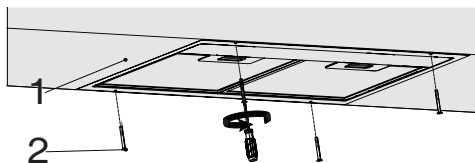

Rys. 9
- Włożyć rurę odprowadzającą powietrze w przewód kominowy i przymocować zaciskiem (rys. 9).